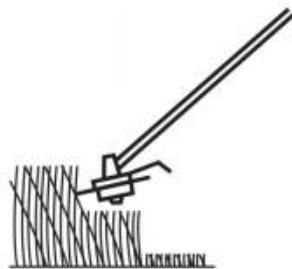

Fig. 47
- Para obtener los mejores resultados, corte el césped más largo en etapas (Fig. 47).